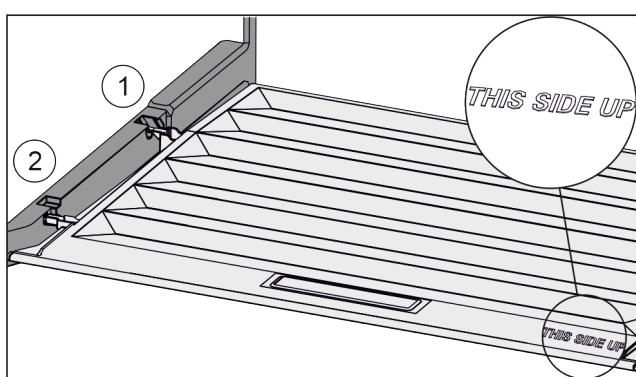

Fig. 150
- Пъхнете шийките на капака през отвора в задния държач Fig. 150 (1) и фиксирайте отпред в държача Fig. 150 (2).